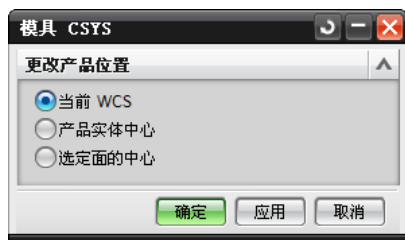
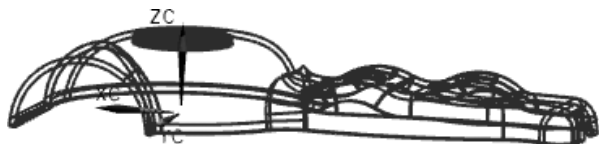

图 10-10 【模具 CSYS】对话框
图 10-11 模具坐标系的设置
(2) 如果坐标原点不在分型面上, 还需移动坐标原点到分型面上, 本例无须移动坐标原点。
(3) 在注塑模设计模块工具栏中单击【模具 CSYS】图标, 弹出如图 10-10 所示【模具 CSYS】对话框。
(4) 在如图 10-10 所示【模具 CSYS】对话框中, 选择【当前 WCS】选项, 单击【确定】按钮, 完成模具坐标系的设置, 如图 10-11 所示。